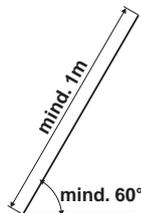

Рис. 2:
- Необходимо обеспечить равномерное распределение нагрузки по всем четырем стропам, а угол, образуемый стропами, должен быть не менее 60° (см. рис. 2).